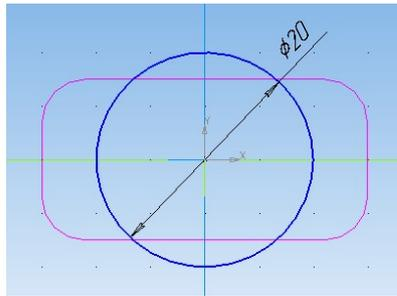

Рис. 78. Эскиз левой части тулова молотка
2. На комплексной панели нажимаем кнопку **Вспомогательная геометрия** () и создаем вспомогательную параллельную плоскость, смещенную от «нулевой» плоскости **YZ** влево на расстояние, равное длине тулова молотка (70 мм). Выбираем ее в качестве рабочей плоскости и снова входим в режим черчения эскиза. В рабочем окне мы увидим ранее созданный первый эскиз в виде скругленного прямоугольника. Прямо поверх него вычерчиваем новый эскиз в виде окружности по центру и точке с диаметром 20 мм. «Образмериваем» ее, чтобы проконтролировать значение диаметра (рис. 78). Выходим из режима черчения эскиза.